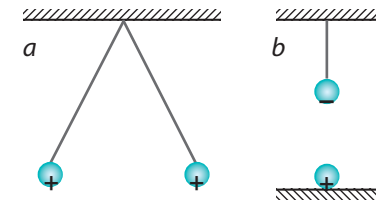

Fig. 1
1. În fig. 1 sunt reprezentate două perechi de bile mici imobile. Reprezentați forța lui Coulomb ce acționează asupra fiecărei bile.